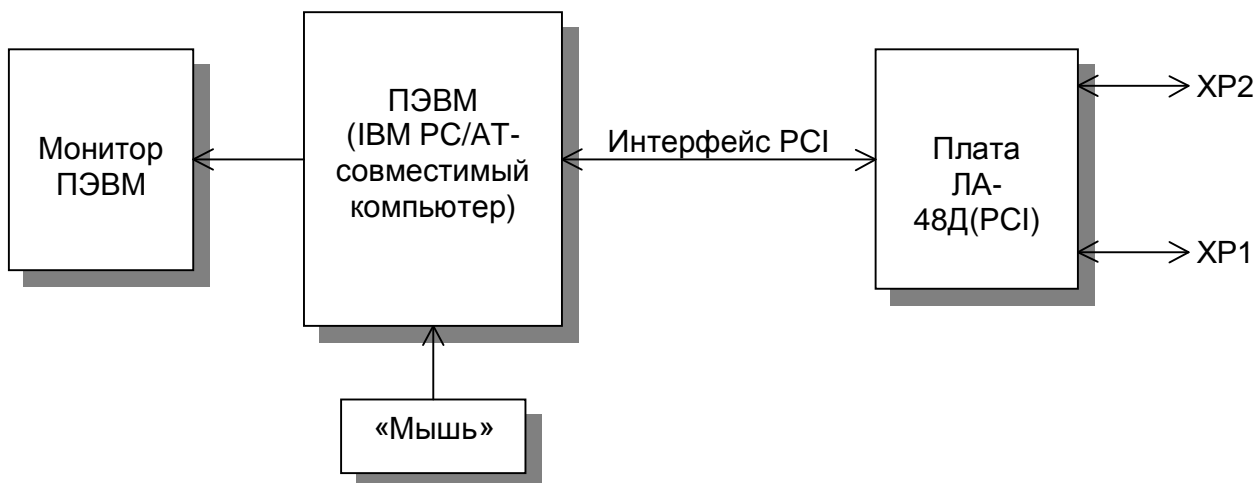

Рис. 5. 1
5.5.1 Структурная схема взаимодействия составных частей прибора показана на рисунке (Рис. 5. 1).